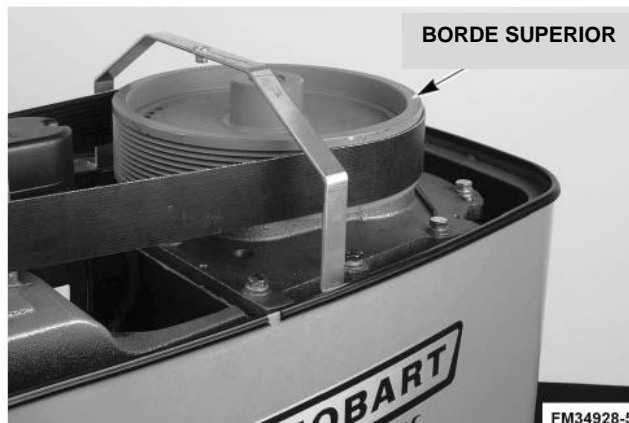

Fig. 1
- Coloque la herramienta niveladora en el borde superior de la polea (Fig. 1). Deslice las calzas debajo de la superficie de contacto de la base de la batidora cuanto se requiera para nivelarla.